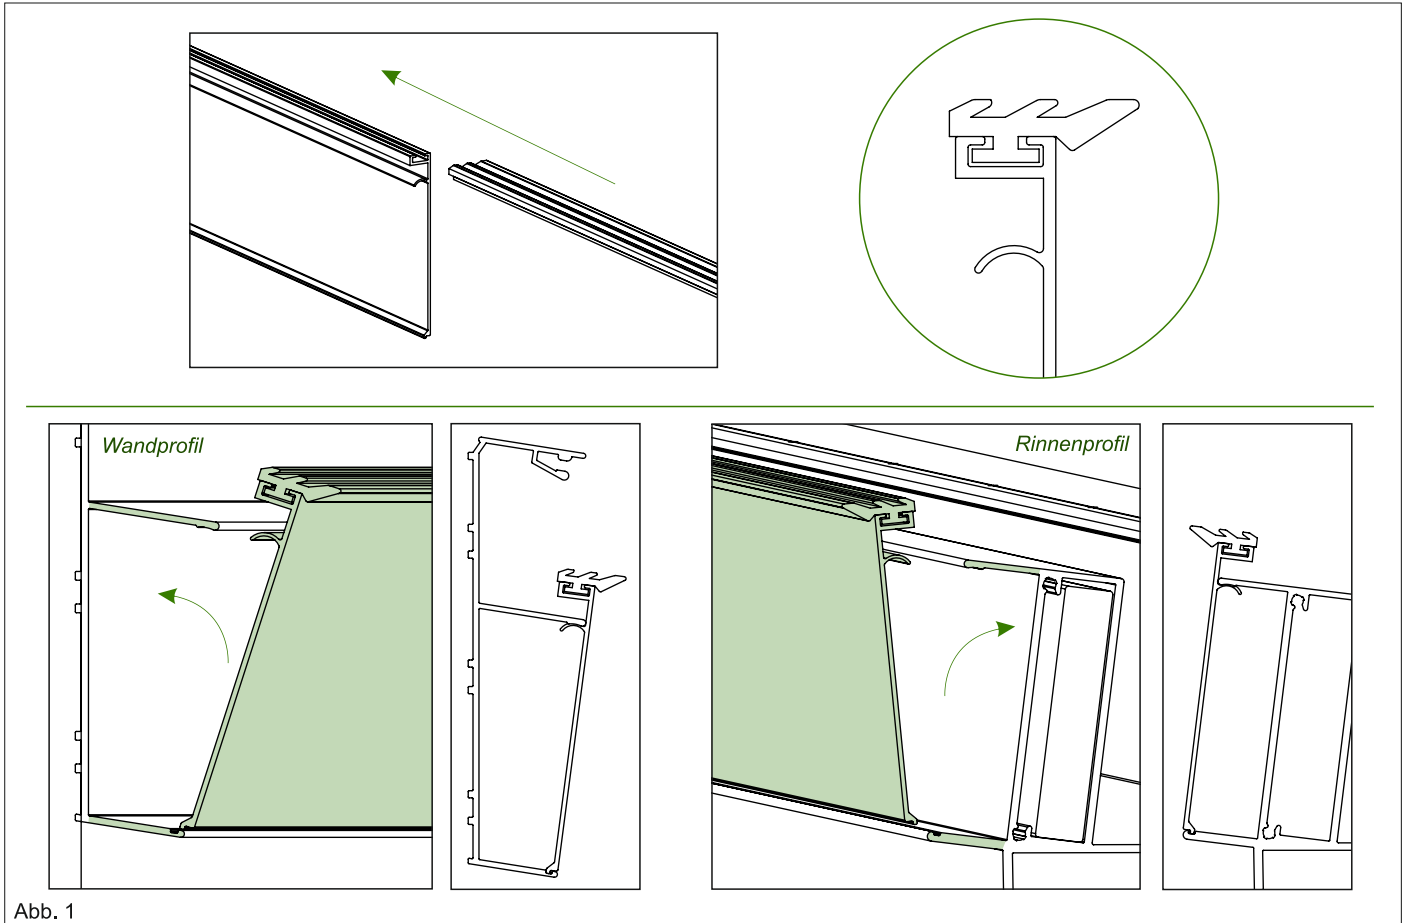

Abb. 1
1. Führen Sie die Gummidichtungen durch die dafür vorgesehene Aussparung oben in der Klickplatte. Achten Sie darauf, dass die lange Seite der Gummiedichtung Richtung Außenseite der Klickplatte zeigt. Bringen Sie nun die Klickplatten an. Beginnen Sie immer an einem Randsparren an und setzen Sie an dem Wandprofil und an die Rinne die beiden Klickplatten an. Hierfür stecken Sie das untere Ende der Platte in die dafür vorgesehene Nut in dem Wand/Rinnenprofil und schieben Sie die Platte bis diese einrastet ein. Die Klickplatten dienen als Abstandhalter zwischen den Sparren. Somit haben Sie den korrekten Abstand. Lassen Sie zwischen den Klickplatten und Sparren ca. 1 mm Abstand. Siehe Abb. 1.